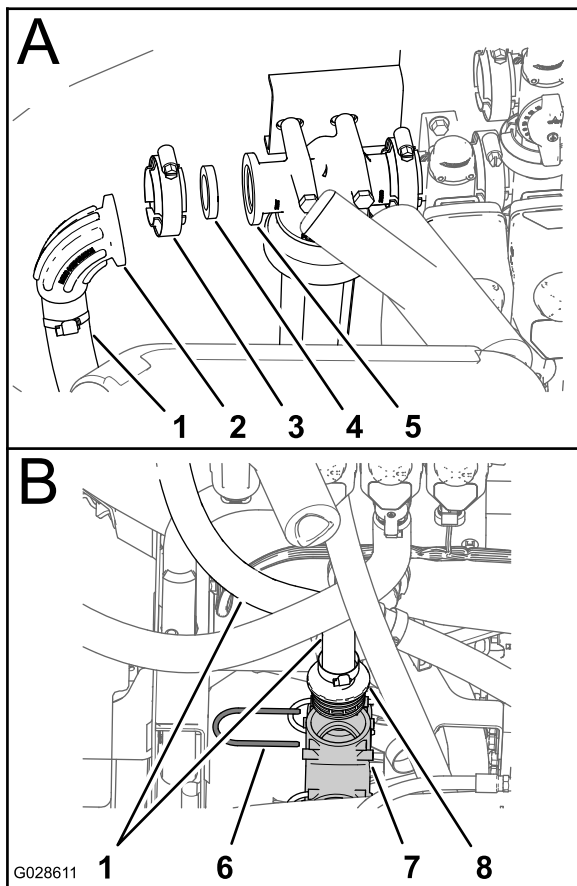

Figura 17
- Retire la brida de fijación, la junta, el codo y la manguera de entrada de la cabeza del filtro de presión (Figura 17, A).
- Retire la horquilla de retención que sujeta el acoplamiento dentado recto de la manguera de entrada al acoplamiento en T inferior del sistema de fumigación y retire la manguera de entrada de la máquina (B de Figura 17)